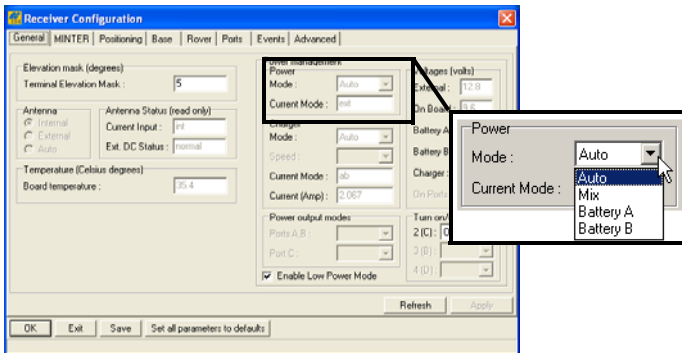

Figura 2-9. Seleccionar el Modo de Energía
3. Seleccione la lista desplegable *Power Mode* (Modo de Energía) para configurar la fuente de energía deseada (Figura 2-9). *Current Mode* (Modo Actual) muestra la fuente de alimentación en uso; si utiliza la base, mostrará “exbat” (batería externa).